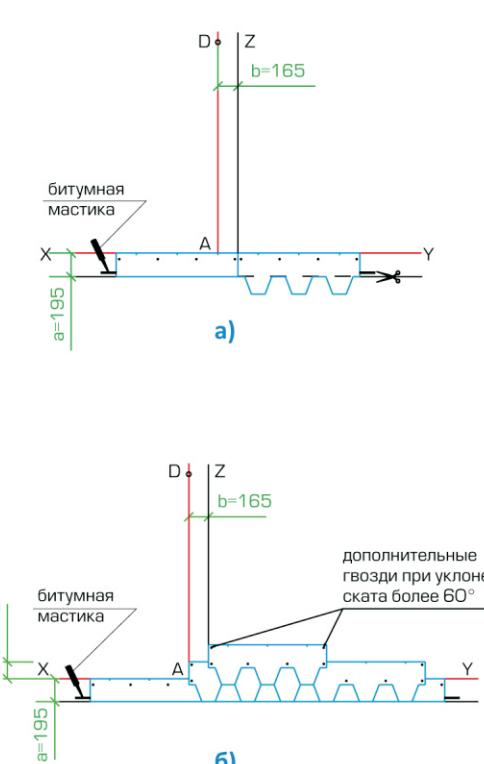

Рис. 2
- пятый ряд — от линии AD (рис. 2б);
Каждый лист черепицы ПРЕМЬЕР крепится 4 гвоздями таким образом, чтобы гвоздь прошивал и верхний край низлежащего листа черепицы ПРЕМЬЕР (рис. 2а, 2б). При укладке черепицы на скатах при уклоне больше 60° лист должен крепиться 6 гвоздями (2 дополнительных гвоздя фиксируют верхние углы листа на расстоянии от краев 2,5 см).
Укладка материала (рис. 2)
- Начальный ряд формируется из листов черепицы СМАЛЬТО с обрезанными лепестками. Полученные таким образом полосы шириной 19,5 см укладываются по линии карниза в обе стороны от линии Z (рис. 2а) и фиксируются по нижнему краю битумной мастикой, а по верхней кромке 4 гвоздями (ось гвоздей на 5 см ниже верхнего края полосы);
- далее первый ряд черепицы укладывается от линии AD (рис. 2б);
- второй ряд укладывается от линии Z (со смещением 16,5 см от AD) (рис. 2б);